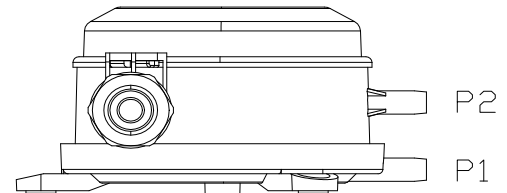

图 7
2. 软管连接。配件中提供了一条长 2m，内径 6.0mm 的塑料软管，可视现场情况裁减使用。建议用尽可能短的软管，连接上述连接附件和开关体上的压力接口。高压端接到 P1 口，位于开关体的底部。低压端接到 P2 口，位于开关体的中部，如图 7。